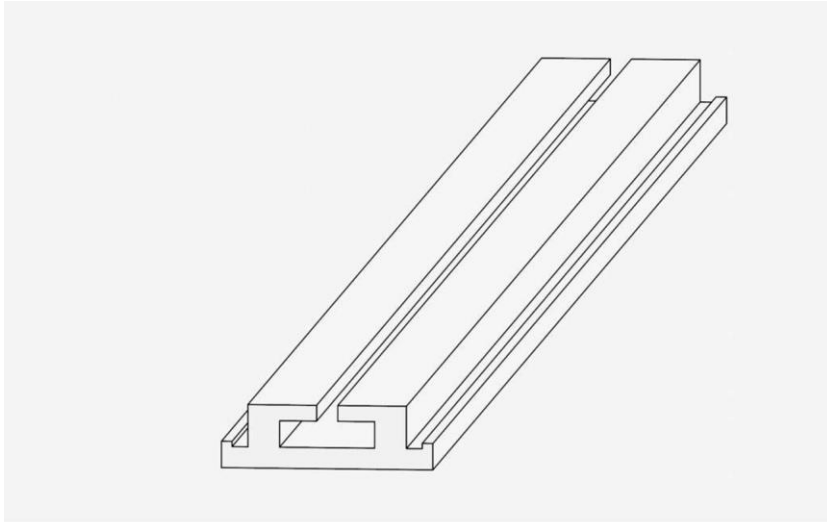

Fig. 7
- fig. 7 przedstawia w widoku perspektywnym listwę sufitową w formie otwartego prostopadłościanu z bocznymi kształtowymi występami;
Przedstawiona na fig. 7 następna odmiana listwy sufitowej w postaci wydłużonego prostopadłościanu otwartego od góry posiada występy na naprzeciwległych dłuższych bokach na całej ich długości. W widoku z krótszego boku listwa sufitowa ma kształt zbliżony do ceownika z bocznymi występami, każdy w kształcie litery L.